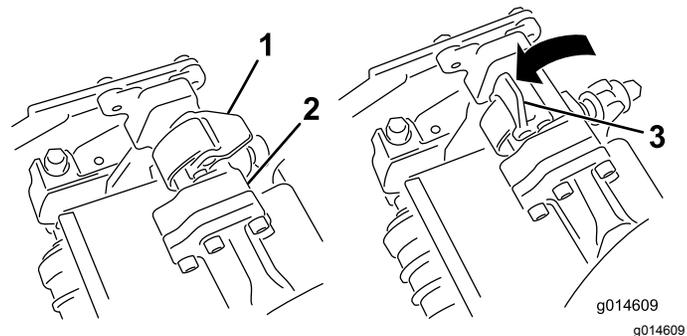
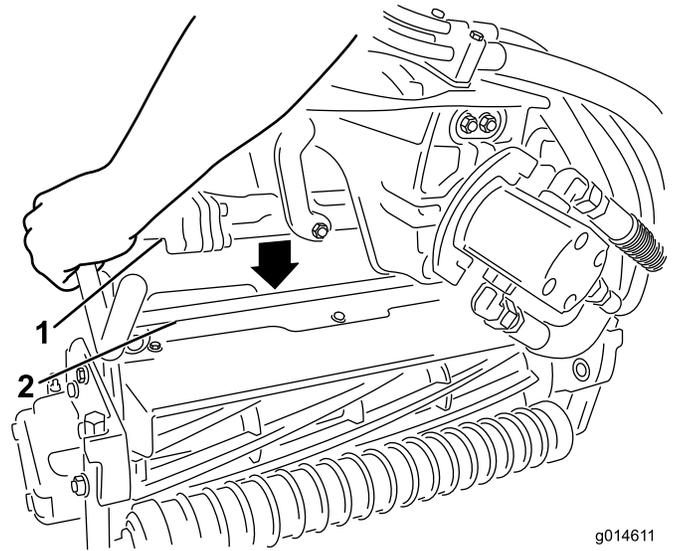

Figure 43
Figure 44
3. Les verrous de la barre de bras de suspension étant orientés en haut (c.-à-d. ouverts) (Figure 43), poussez le bras de suspension vers le bas pour que la barre s'engage sur la barre transversale au sommet de l'unité de coupe (Figure 44).
4. Fermez les verrous autour de la barre de l'unité de coupe et bloquez-les en place (Figure 43).
4. Ouvrez les verrous sur la barre du bras de suspension appartenant à l'unité de coupe que vous voulez déposer (Figure 43).